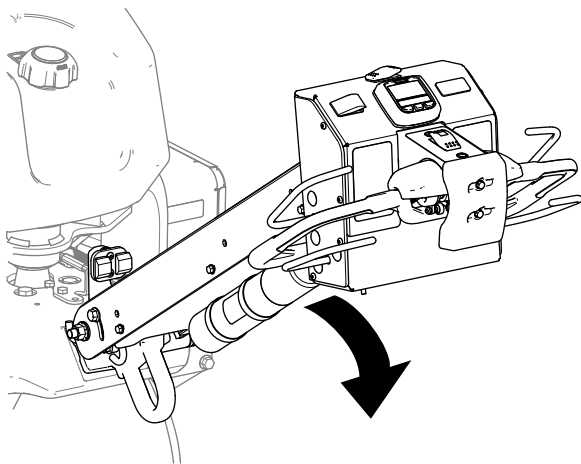

Рисунок 76
- Опустите рукоятку управления для выключения стояночного тормоза (Рисунок 76).